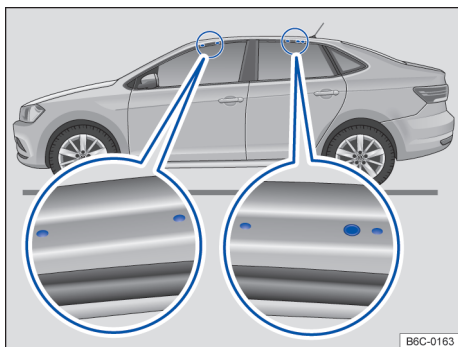

Fig. 118 Pontos de fixação dos suportes de base do bagageiro do teto (ambos os lados).
Os furos ou marcações dos pontos de fixação dos suportes de base ficam visíveis com a abertura das portas (dianteiras e traseiras) do veículo e encontram-se no lado nas vigas do teto → **Fig. 118** (lupa). Os furos ou marcações para fixação atrás encontram-se no lado inferior das vigas do teto → **Fig. 118** (lupa direita).
- Fixar os suportes de base somente nas marcações indicadas na figura → **Fig. 118**.